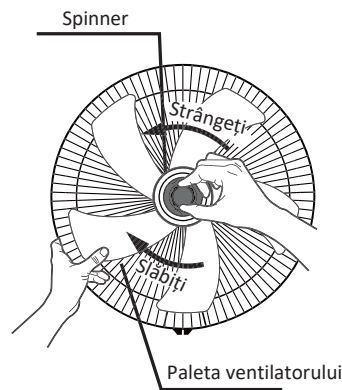

Fig. 2
2. Montați paleta ventilatorului pe arborele motorului și asigurați-vă că canelurile din partea din spate a paletei sunt aliniate cu știftul de oprire de pe arbore. Fixați paleta cu roțița prin rotirea acesteia în sens antiorar (strângeți). (Fig. 2)